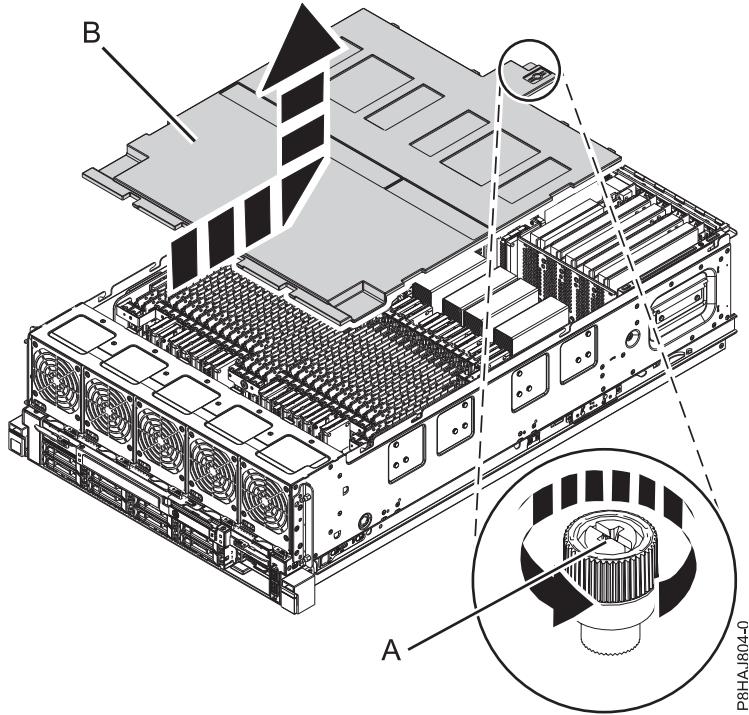

Figure 40. Retrait du capot de sécurité
2. Desserrez la vis moletée (**A**) située à l'arrière du capot en la tournant dans la direction illustrée dans figure 40, à la page 58.